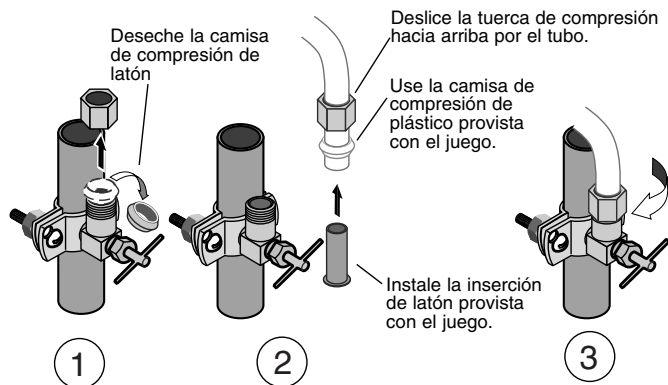

Figura 7: Cambie la camisa de compresión e instale la inserción en el tubo.
- Saque la tuerca de compresión de latón de la Llave de Silla para el Agua Fría. Deslice la tuerca sobre el extremo del tubo blanco de plástico que viene desde la admisión a los Prefiltros. Deseche la camisa de compresión de latón. Deslice la camisa de compresión de plástico provista (en la bolsa con la Llave de Silla para el Agua Fría) sobre el tubo y empuje la inserción de latón provista en el extremo del tubo (ver Figura 7).